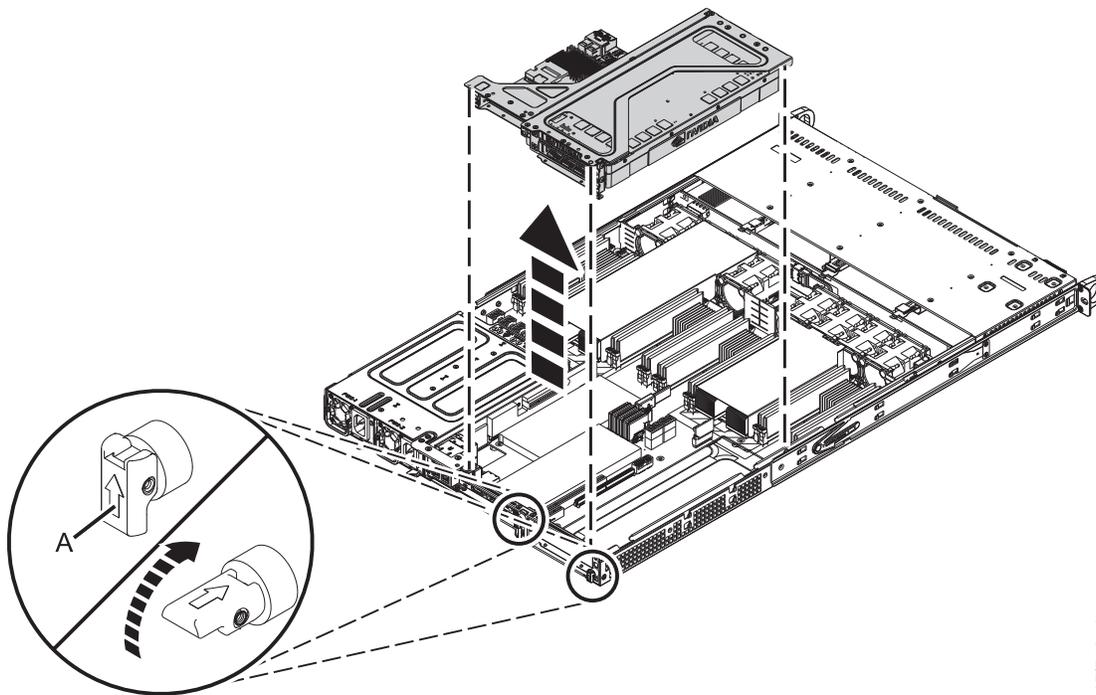

Abbildung 23. PCIe-Riserkarte ausbauen
4. Bauen Sie die PCIe-Riserkarte aus (siehe Abb. 23 auf Seite 28).
- a. Ziehen Sie die Haltestifte (A) so weit heraus, dass die Pfeile auf den Laschen zum System zeigen.